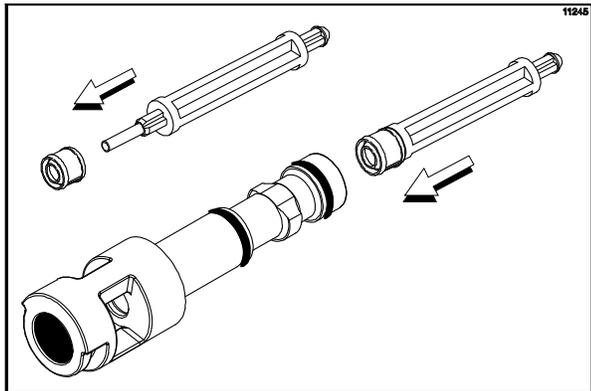

図117
7. スピナーシャフトシールをドローバルブの奥いっばいまで差し込みます。スピナーシャフトシールは、ドローバルブ内側のシール溝にぴったりとはまらなければなりません(図117を参照。)